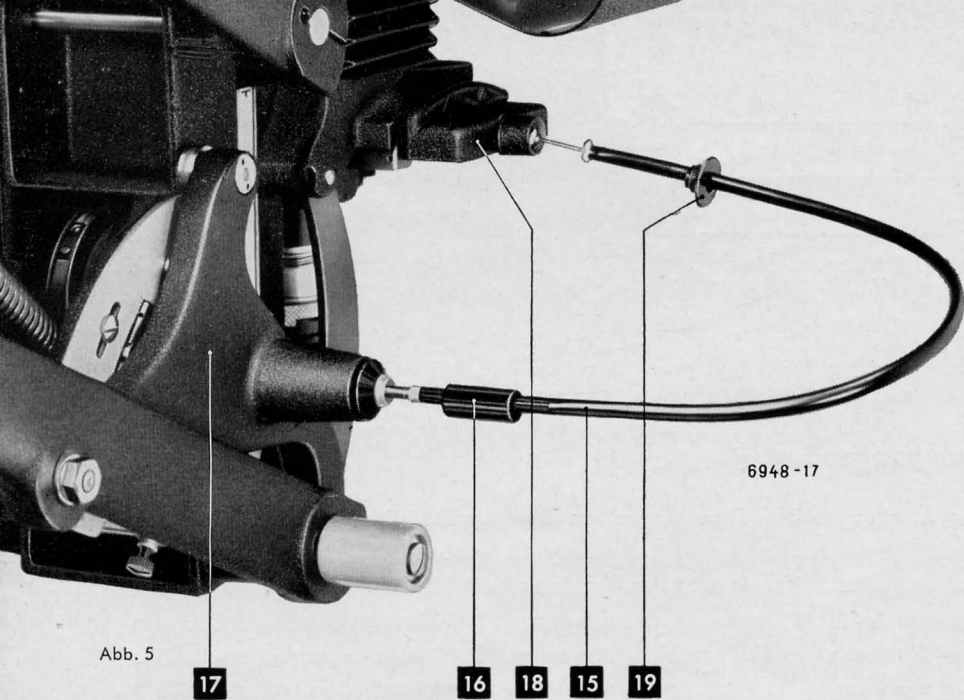

Abb. 5
Zunächst den Bowdenzug (15–Abb. 5) und dann die Schutzhülse (16) in den Steuerungshebel (17) einschrauben. Das andere Ende des Bowdenzuges in das Objektivführungsstück (18) einsetzen und mit der Rändelschraube (19) fixieren.